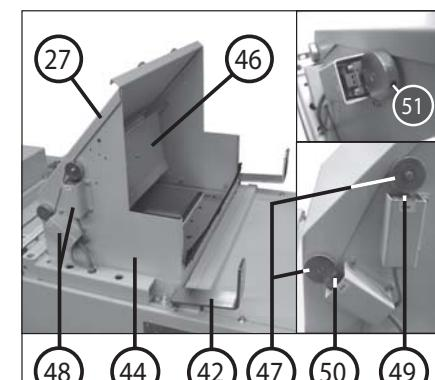

fig. 5
- 44 = Entonnoir (fig. 5)
- 46 = Volet de commande (fig. 5)
- 47 = Came de contacteur (fig. 5)
- 48 = Cache de contacteur (fig. 5)
- 49 = Interrupteur de fin de course S8 (fig. 5)
- 50 = Interrupteur de fin de course S9 (fig. 5)
- 51 = Tige filetée (fig. 5)